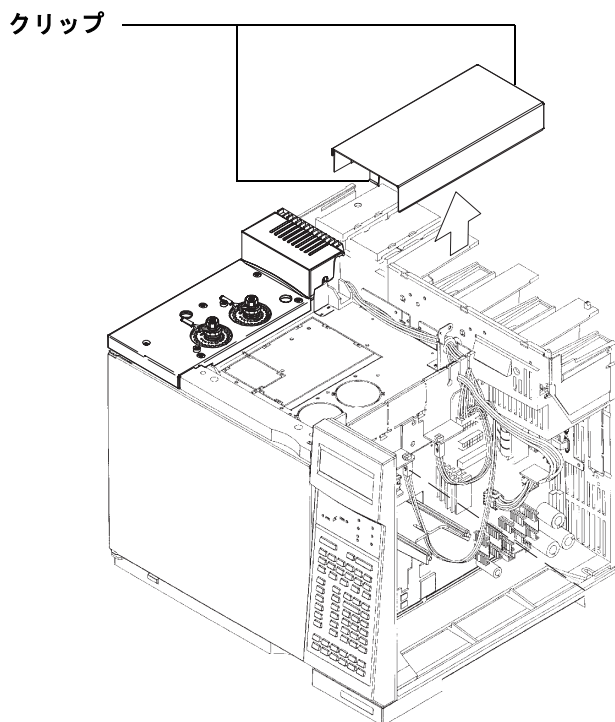

図 2 電子部品の上カバール（6890）の取り外し
- **初期の 6890 モデル**：プラスチック製のグレイの上部カバー（穴および換気用のスロット付き）を垂直の位置に持ち上げます。カバーのヒンジはオープンの上に取り付けられた取り付け用金具です。上部のクリップを手前に引き、ヒンジのピンを緩めます。ピンを左に押してカバーを緩めます。カバーを持ち上げて取り外します。電子部品の上のカバーを取り外します。カバー（図 2 に示す）の下部にあるクリップを中央方向に押して、クリップを外します。